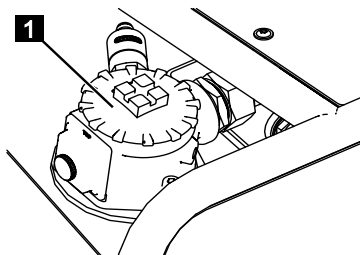

Fig. 249
6. Revisser le couvercle du filtre hydraulique (Fig.249/1).